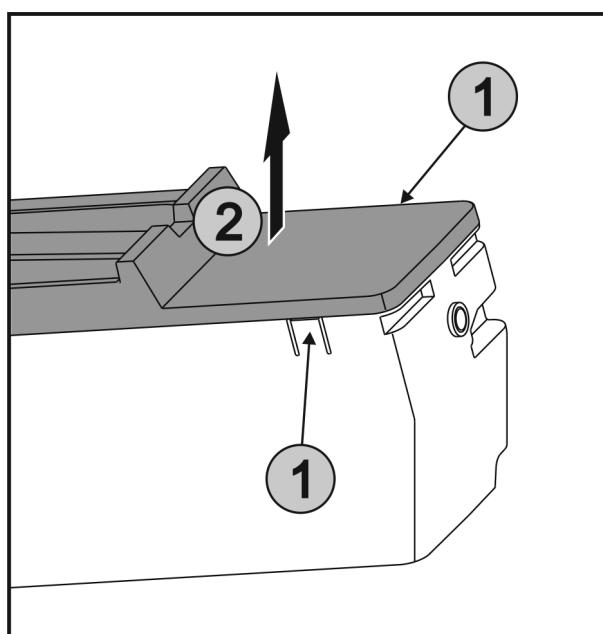

Fig. 48
- ▶ Súčasne stlačte spony Fig. 48 (1) na oboch stranach EasyTwist-Ice a odoberte kryt Fig. 48 (2) nahor.